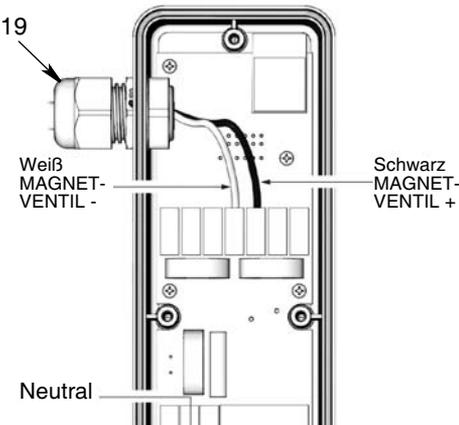

ABB. 5
6. Im PLS-Elektronikgehäuse (2) die Kabel Neutral (weiß) und Leitung (schwarz) von MAGNETVENTIL - (weiß) und MAGNETVENTIL + (schwarz) an der Klemmenleiste abziehen (ABB. 5).
7. Die Zugentlastung (19) lösen und das Kabel vollständig herausziehen (ABB. 5).